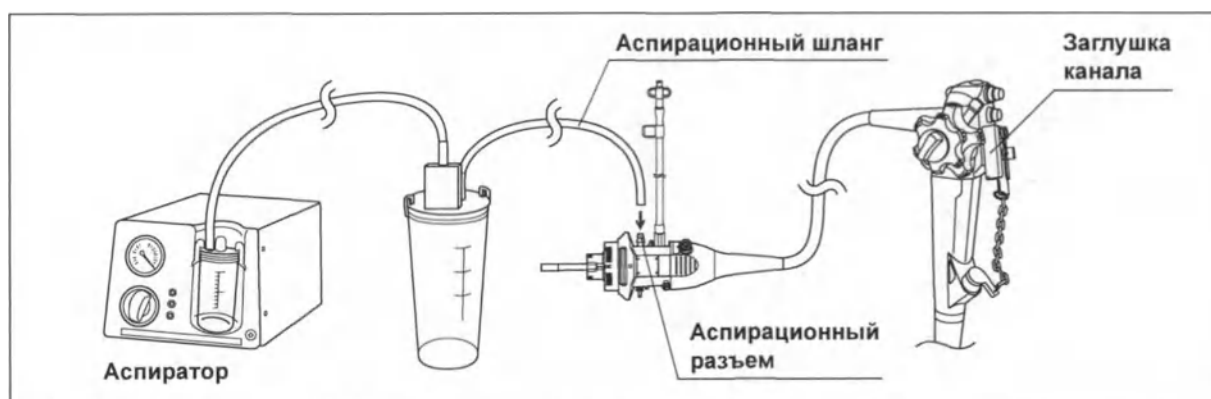

Рисунок 5.73
- 18** Подключите стерилизованный аспирационный шланг аспиратора к аспирационному разъему на коннекторе эндоскопа. (См. рис. 5.73)